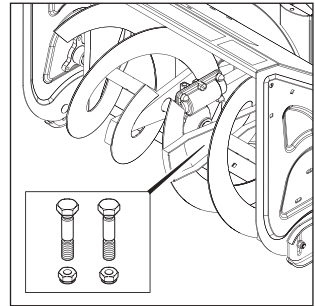

Рис. 23
- Для безопасной работы на снегоборщике шнек закреплен к валу через систему срезных болтов (Рис. 23).